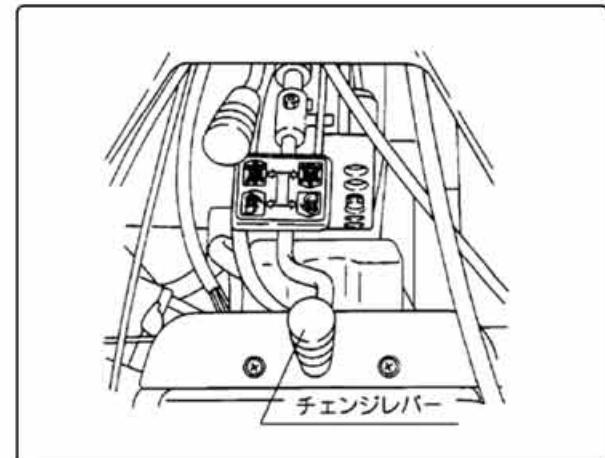

図20
①低速の【前進後進】(低速)のチェンジの切替操作は主クラッチを切らなくても切替操作ができます。(図20)